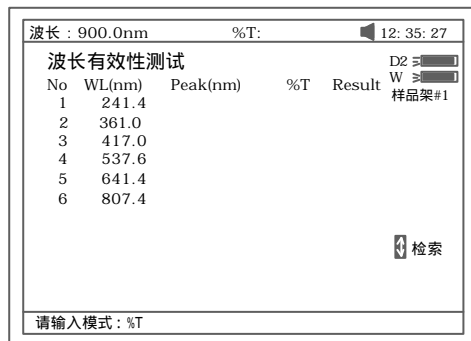

图 97
- b. 按【F2】键可选择测试模式(吸光度或透过率)。(图 97).